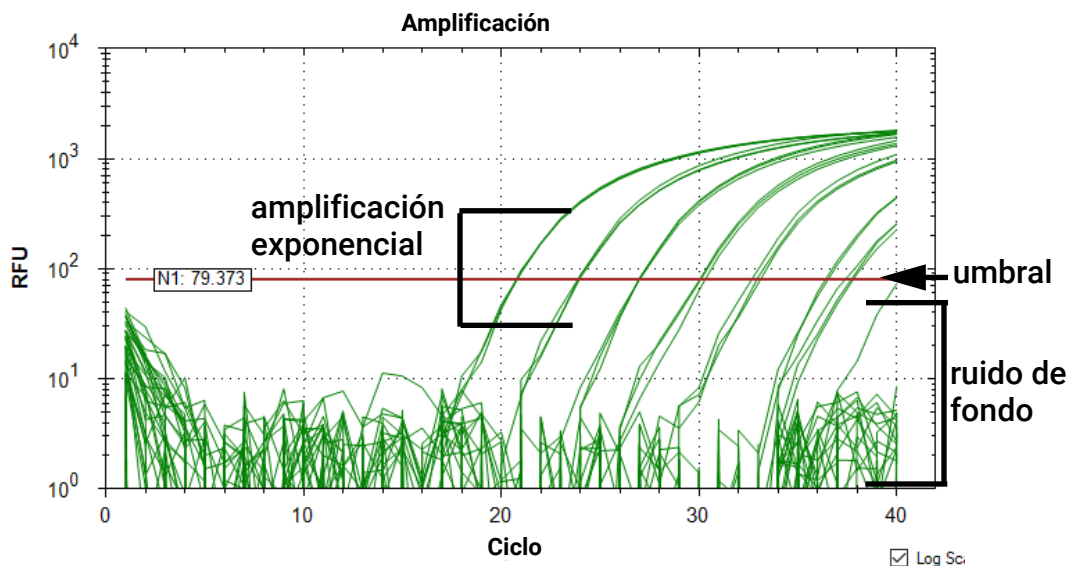

Figura 35 Gráfico de amplificación de Maestro para la diana N1
- b Determine si el umbral es lo suficientemente alto como para estar por encima del ruido de fondo y lo suficientemente bajo como para incluir gráficos en la fase de amplificación exponencial (consulte **Figura 35**). A partir de esta determinación, proceda como se indica en **Tabla 15**.